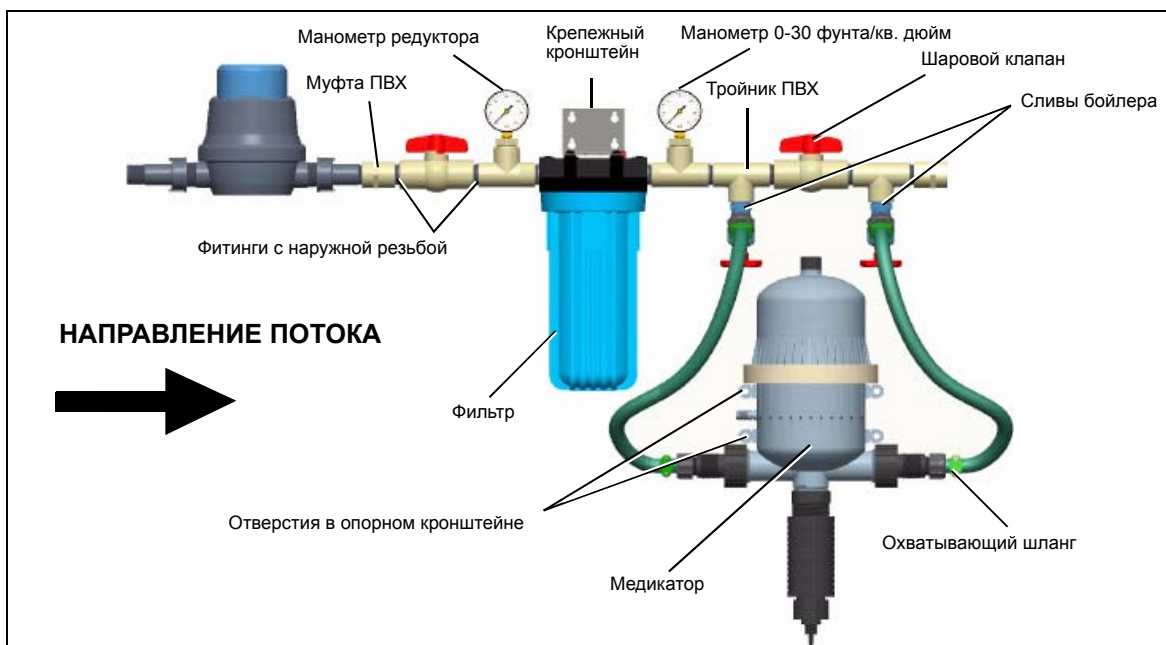

Рисунок 4А Сборка коллектора
3. Соберите муфту (CW-4024), шаровый клапан (CW-5106) и манометр редуктора (CW-4025) с помощью двух (2) фитингов (CW-5109) со штуцерами с наружной резьбой. Подсоедините этот узел к фильтру с помощью еще одного фитинга (CW-5109) со штуцером с наружной резьбой.
4. Соберите манометр 0-30 фунта/кв. дюйм (CW-4022), два (2) тройника ПВХ (CW-4023В) и шаровый клапан (CW-5106) как показано на Рисунок 4А с помощью трех (3) фитингов (CW-5109) со штуцерами с наружной резьбой. Затяните манометры гаечным ключом 9/16". Подсоедините этот узел к фильтру с помощью фитинга (CW-5109) со штуцером с наружной резьбой.
5. Закрепите два (2) дренажных крана бойлера (CW-4027) в тройниках (CW-4023В), предварительно накрутив 4-5 оборотов уплотняющей ленты на концы дренажных кранов. Установите хомут охватывающего шланга (CW-10013) на каждый слив бойлера.
7. Соберите медикатор, установив два (2) хомута 3/4" охватывающего шланга (CW-10013) из комплекта фильтра на фитинг с наружной резьбой медикатора.
8. Отрежьте два (2) куса надлежащей длины от стандартного садового шланга 3/4". Вставьте охватывающие шланги в соответствующие хомуты (CW-10013) на медикаторе. Обратите внимание на стрелки на медикаторе, указывающие направление потока.
9. С помощью четырех (4) винтов с квадратной головкой, вставленных в отверстия опорного кронштейна, установите медикатор внизу по центру между двумя (2) сливами бойлера. Подсоедините шланги от медикатора к хомутам на сливах бойлера.